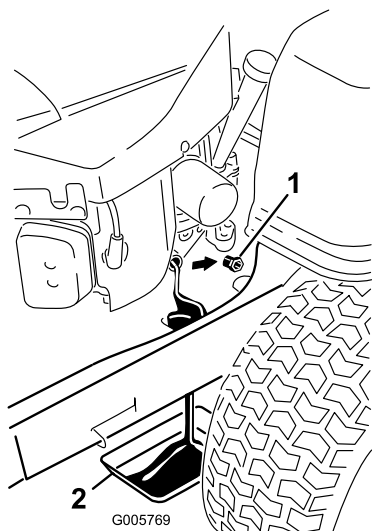

Figura 26
5. Limpie la zona alrededor del tapón de vaciado del bastidor de la máquina. Coloque un recipiente debajo de la máquina, directamente debajo del orificio de vaciado del bastidor, según se muestra en (Figura 26).
6. Retire el tapón de vaciado de aceite (Figura 26). Retire el tapón de llenado/varilla (Figura 26).
7. Cuando se haya drenado completamente el aceite, coloque el tapón de vaciado. Limpie cualquier exceso de aceite del bastidor (Figura 26).
8. Vierta lentamente un 80% aproximadamente de la cantidad especificada de aceite por el tapón de llenado (Figura 26). Consulte Mantenimiento del aceite del motor.